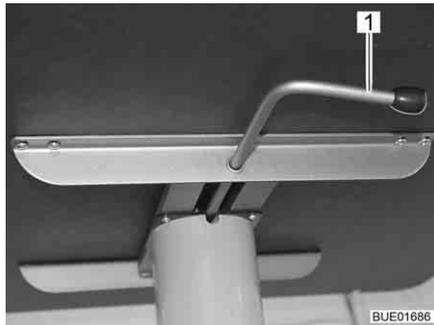

Fig. 73 Tavolo rialzabile
- Ruotare la leva di serraggio (Fig. 73,1) verso sinistra. Il bloccaggio del meccanismo di sollevamento è aperto.
- Ruotare la leva di serraggio (Fig. 73,1) verso destra (Fig. 73). Il meccanismo di sollevamento è bloccato.
- Ruotare la leva di serraggio (Fig. 73,1) verso sinistra. Il bloccaggio del meccanismo di sollevamento è aperto. Il piano del tavolo si sposta verso l'alto fino al fine corsa.
- Ruotare la leva di serraggio verso destra (Fig. 73). Il meccanismo di sollevamento è bloccato.